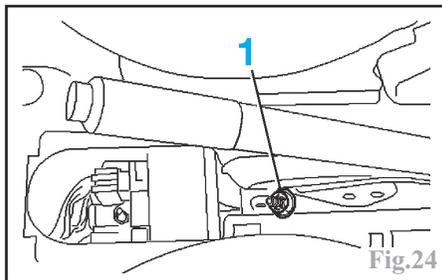

Fig.24
Desserrer l'écrou (1) de réglage de câble de frein de stationnement jusqu'à l'extrémité du filetage (Fig.24).